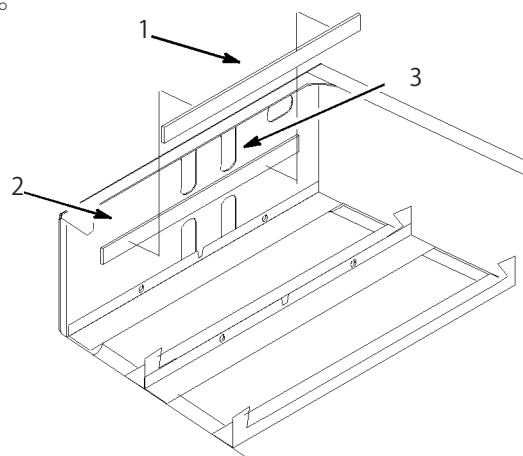

図9
3. バッテリー・パッドの裏面についている接着シートをはがし、パッドを後フレーム前部の内側に貼り付ける (図9)。
注: パッドは、フレーム前部についている上の穴 (2つ並んでいる) の下から約6 mm 下に取り付けてください (図9)。